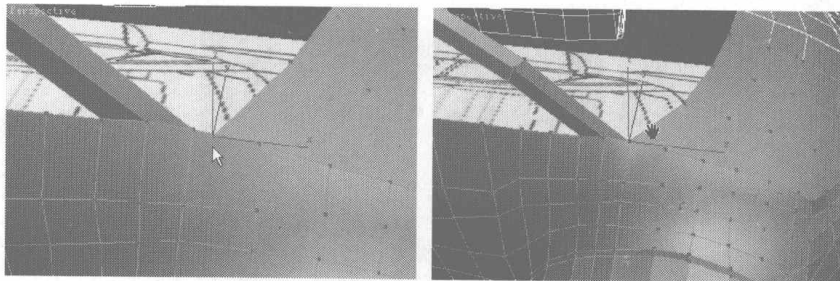

图 7.107
- 07 单击 **Target Weld** 按钮, 焊接汽车挡风玻璃位置的节点, 如图 7.107 所示。